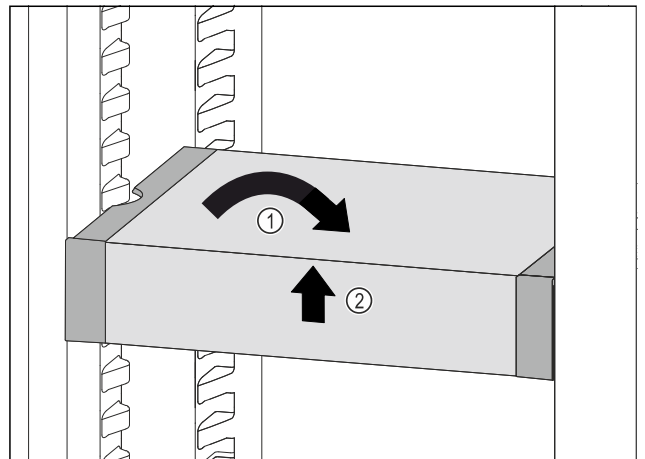

Fig. 115
- ▶ Вирівняти VarioSafe. Fig. 115 (1)
- ▶ Підняти VarioSafe спереду. Fig. 115 (2)